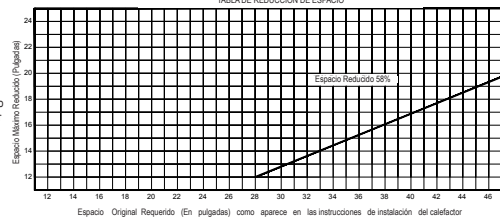

FIG. 2
8. Al utilizar las placas de estufa / protectores de suelo / revestimientos de pared / protectores de brasas de Tipo 2 HY-C como revestimiento de paredes, utilice el Kit de instalación HY-C (Parte # ULCK - que se vende por separado) mediante la colocación de las placas contra la pared combustible a ser protegida. Posicione la placa contra la pared, y taladre orificios de 1/4" que atraviesen la placa y penetren la pared detrás de la misma. Ver patrón de agujeros en la Fig. 2.